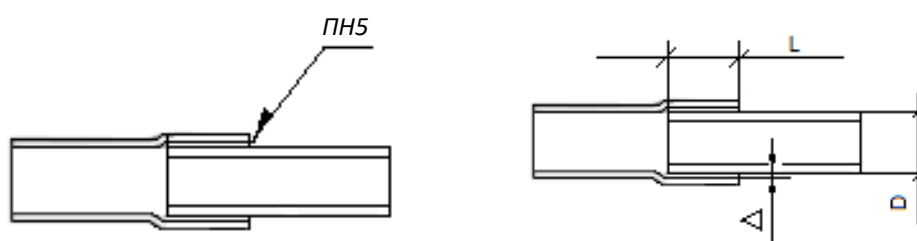

Рис.2.3
- Паянные соединения медных труб должны быть выполнены внахлест. Тип паянного соединения ПН5 по ГОСТ 19249-73 ПН5(рис.2.3). Соединение встык не допускается.
- Длина сопряжения труб (L) должна быть не менее диаметра трубы (D).  $L \geq D$